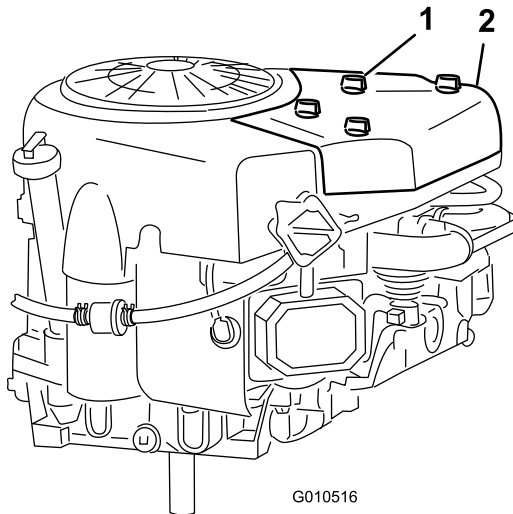

Figura 22
2. Svitare le manopole e togliete il coperchio del filtro dell'aria (Figura 22).
3. Montate il coperchio del filtro dell'aria e le manopole (Figura 22).